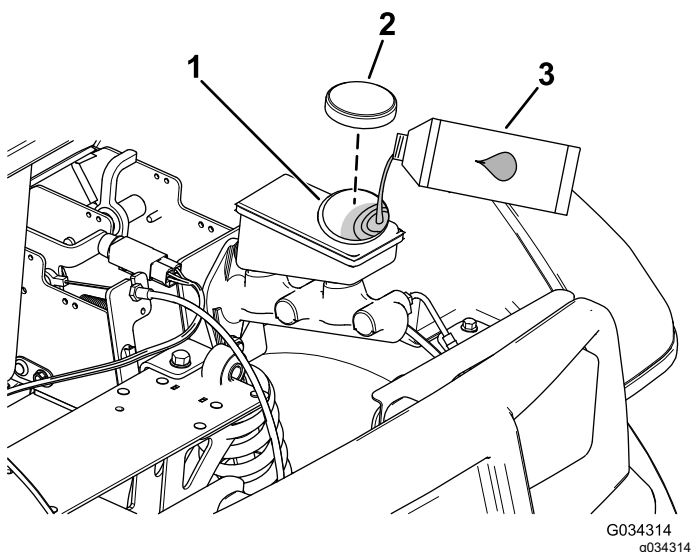

Figure 63
4. Soulevez le capot pour accéder au maître-cylindre de frein et au réservoir (Figure 63).
- A. Nettoyez la surface autour du bouchon du réservoir et enlevez le bouchon (Figure 63).
- C. Remettez le bouchon du réservoir (Figure 63).